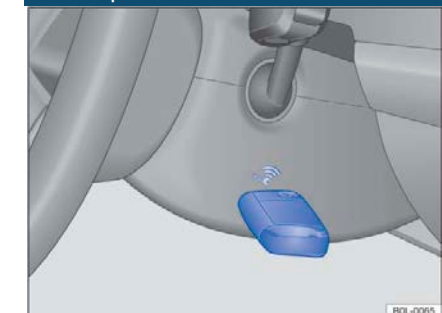

Рисунок 81 Правая сторона рулевой колонки: функция аварийного запуска на автомобилях с бесключевым доступом
- Поместите ключ от автомобиля с правой стороны панели рулевой колонки сразу после нажатия кнопки запуска/остановки → рис. 81.